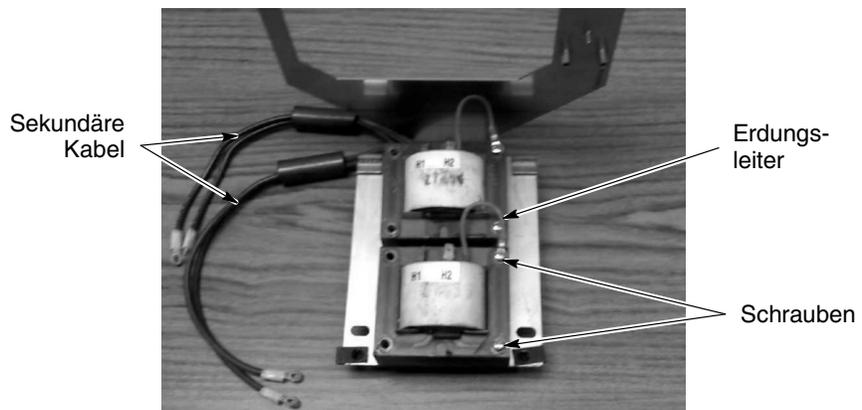

Abbildung 6-21 Installieren des Transformators
7. Siehe Abbildung 6-21. Den neuen Transformator in die Halterung montieren. Beim Ersetzen des äußeren Transformators die sekundären Kabel unter dem inneren Transformator verlegen.